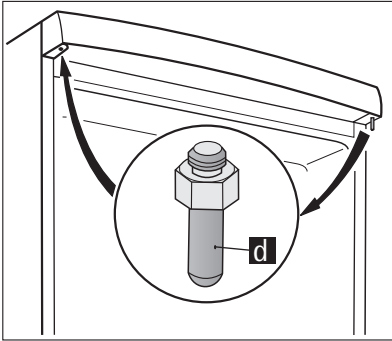

Abb. 2
- Oberen Scharnierbolzen (d) umsetzen (Abb. 2) (Maulschlüssel SW 10).